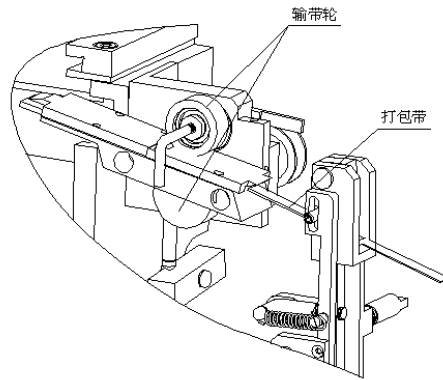

图 4-4
②. 带头从带仓上部开口拉出之后，插入如图 4-4 所示的拉紧摆杆中，并穿过两个输带轮，此时旋转控制面板中 3 旋钮到“SEND”位置，打